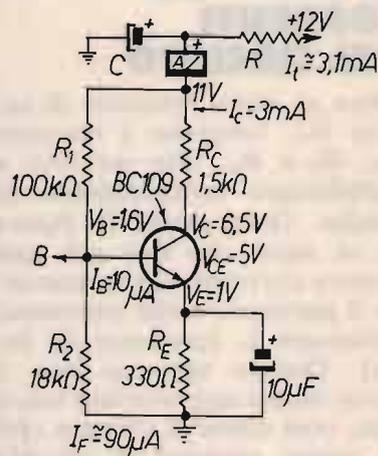

figura 4
Montiamo adesso un circuito reale; ho scelto lo stesso stadio amplificatore di cui abbiamo già parlato (1). In quell'occasione, ci interessava soprattutto l'individuazione dello stadio difettoso, che abbiamo scovato con il sistema del signal-tracing (inseguimento del segnale). Ora ci interessa lo studio e la misurazione dello stadio. Ho anche disegnato (figura 4) la rete di disaccoppiamento RC, che evita che il segnale vada a finire dove non deve finire! Anche se il circuito di disaccoppiamento non fa parte dello stadio, esso è utile per misurare la corrente assorbita senza dover dissaldare nulla. Basta osservare che la corrente ai capi di "R" è la corrente totale assorbita dallo stadio. Se questo resistore mancasse, si può sempre effettuare la misurazione indiretta della corrente ai capi di un altro resistore del circuito. È però buona norma effettuare la misurazione della corrente sul resistore di disaccoppiamento, perché in esso non c'è "segnale". In questo caso, si tratta di un segnale audio, e la cosa non è molto importante. Se fosse un oscillatore RF, la misurazione disturberebbe il funzionamento dell'oscillatore come abbiamo visto quando si è parlato di questo
argomento (2). Tornando alla figura 4, la corrente si può misurare anche ai capi del resistore di emettitore, dove non c'è segnale, essendo bypassato da un elettrolitico. Nel nostro caso, c'è 1 V ai capi del resistore da 330 Ω , e la corrente sarà di 3 mA. Notare che questa corrente non include la piccola corrente del partitore, che si può facilmente misurare o calcolare. A questo punto, controlliamo se i valori di tensione e corrente sono "in linea" con quanto abbiamo detto a proposito di uno stadio con partitore di tensione e resistore di emettitore. Sull'emettitore la tensione è regolare. Forse il condensatore elettrolitico potrebbe sembrare di valore troppo piccolo. La ragione è che noi dobbiamo tagliare i "bassi", e questo spiega il basso valore; in un normale amplificatore, l'elettrolitico sarebbe forse di 100 μ F. Naturalmente c'è la solita formuletta per calcolarlo, ma di questo si parlerà al momento opportuno. Andiamo a dare un'occhiata al partitore. La corrente I_F è circa dieci volte superiore alla I_B . Trattandosi di un amplificatore di piccola potenza, non è il caso di sprecare corrente, e ho usato resistori piuttosto alti. La corrente di base si potrebbe trovare con il calcolo, ma in questo caso è meglio misurarla. Si mette un microamperometro sul punto "B". A proposito, i valori delle correnti e tensioni sono arrotondati per una più facile comprensione. Facciamo un breve "break". Oltre ai due tester e al voltmetro elettronico, il mio modesto laboratorio dispone anche di questo microamperometro, che uso per diverse funzioni, dopo aver ricordato che noi misuriamo quasi tutte le "grandezze elettriche" con un microamperometro. Ammettiamo che non mi funzionasse il probe RF, basta collegare un diodo al germanio a detto strumento e posso misurare la radiofrequenza. Personalmente, lo trovo quasi indispensabile
le, come trovo indispensabile l'amplificatore a larga banda che è utilissimo quando il segnale è troppo piccolo per essere rivelato dal diodo. Terminiamo con un'occhiata al collettore. Anche la tensione sul collettore è regolare, nel senso che la tensione ai capi del carico e la V_{CE} sono praticamente uguali, come ci suggerisce la teoria. Nel caso dell'amplificatore di figura 4, non ho fatto calcoli per la semplice ragione che sul collettore deve esserci soltanto 1 V di segnale. Anche l'amplificazione è regolare. Il rapporto fra I_C e I_B è 300, valore tipico di un BC109. Dopo queste considerazioni "visive", passiamo a un altro argomento.
Quando un apparato non funziona, il riparatore professionista spesso indovina dove è il guasto, dato che ci sono stadi che si guastano più facilmente degli altri. Inoltre, ogni apparato avrà i suoi "punti deboli", che il professionista conosce, mentre noi dilettanti-riparatori non sappiamo, perché ci manca la pratica. Però anche noi possiamo sapere quali sono gli stadi più soggetti a guasto. Per esempio, il circuito di figura 4 ha poche o molte probabilità di andare in panne? Pochissime. Il transistor dissipa 16,5 mW, che è ben lontano dalla massima dissipazione del BC109, che è di 300 mW. Anche se questa dissipazione è riferita a 25 °C, il transistor non può essere danneggiato anche se funzionasse a 50 °C di temperatura ambiente. Lo stesso ragionamento vale per i resistori. Il resistore di carico dissipa anch'esso pochissimo; suppergiù ha la stessa dissipazione del transistor; resistori da 1/4 di watt sono più che sufficienti, potremmo anche usare resistori da 1/8 di watt. Lo scrivente non usa resistori troppo piccoli, perché altrimenti non riesce più a legger-
Se il radioamatore avesse, di ogni stadio, tutti i dettagli della figura 4, la riparazione non dovrebbe presentare difficoltà neanche al novizio. Non è però difficile la misurazione o il calcolo di questi valori, **prima** che si verifichi il guasto. Questo va fatto con le dovute precauzioni, di cui abbiamo parlato nei precedenti articoli, nei quali abbiamo spiegato il funzionamento del tester. Capita spesso che non tutti i punti siano accessibili, ma è sufficiente la misura in alcuni punti, e ricavare gli altri valori con il calcolo.
Vediamo un esempio. Non riusciamo a leggere il valore di R_1 . Sapendo che ai suoi capi ci sono 9,4 V, dividiamo per 90 μ A, e abbiamo 100 k Ω . Il fatto che non troveremo esattamente 100 k Ω , non deve preoccupare, a causa della tolleranza dei componenti. A proposito, il circuito di figura 4 non abbisogna di componenti "precisi": sarebbe un inutile spreco di tempo e denaro. Possiamo dire che il costo di questo circuito è "zero", in quanto si può montare con quello che troviamo
Possiamo chiamare così le formule che derivano dalla combinazione di due leggi fondamentali, che potrebbero essere la legge di Ohm e la legge della potenza elettrica ($W = V \cdot I$). Facendo riferimento alla figura 4, conosciamo